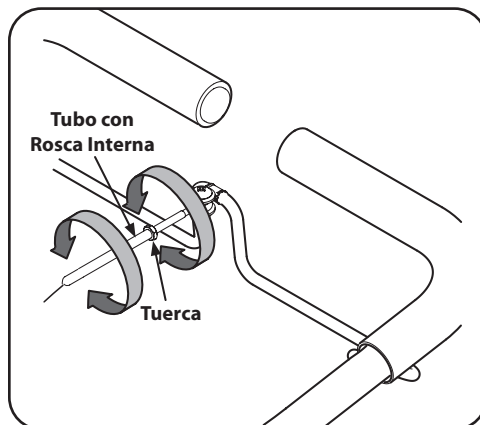

Figura 2-11
6. Cuidadosamente el embrague mediante el levantamiento de la fianza de control de embrague contra el larguero. Las ruedas deben girar. Si las ruedas no giran con el timón en adelante, ajuste de la ONU-threading el tubo en el extremo del cable de un par de vueltas en sentido antihorario, al estar de pie en la posición del operador. Vea Figura 2-11.